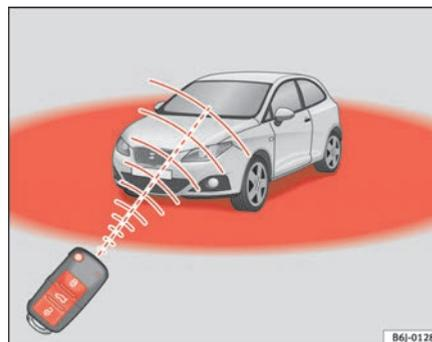

Fig. 43 Raio de ação do telecomando por radiofrequência
Além disso, o indicador luminoso da pilha da chave ⇒ fig. 43, começa a piscar.
- O telecomando por radiofrequência só funciona dentro do seu raio de acção ⇒ página 82, fig. 43.